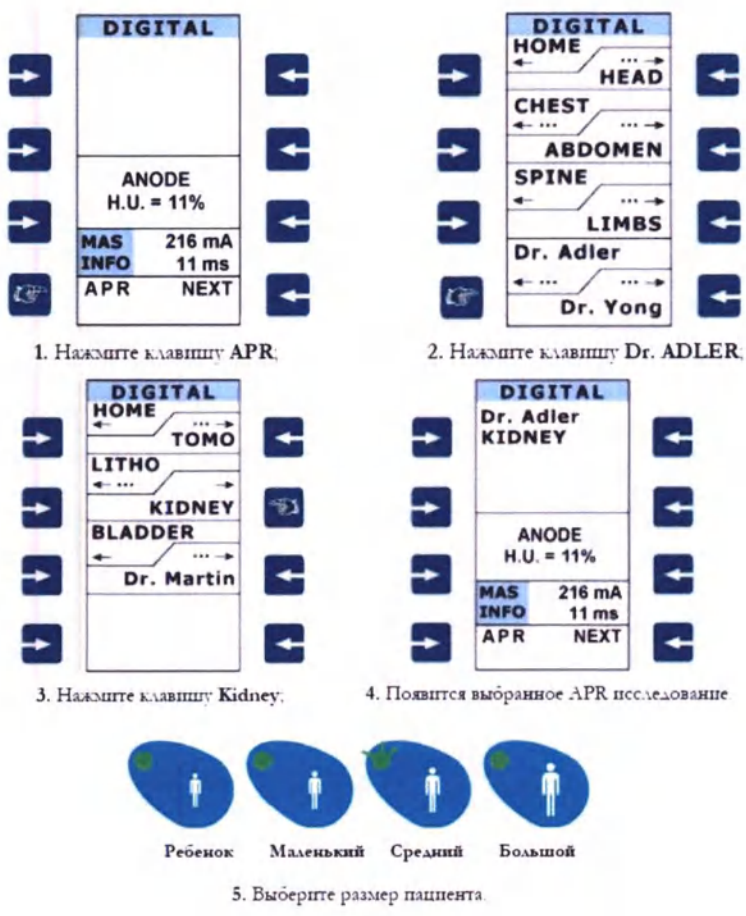

Рисунок 2.16- Выбор APR исследования
2. Нажать на клавишу выбора исследования для загрузки соответствующей диаграммы методики и, при необходимости, для продолжения поиска через каскадированную структуру программы APR (рисунок 2.16, шаги 2 и 3) пока нужное исследование не появится на дисплее в меню APR. При необходимости нажать любую клавишу на пульте для закрытия меню APR.